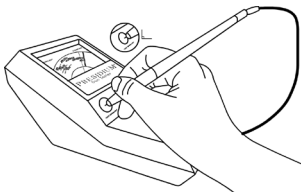

Fig. 1.4
- Pulse la sonda tipo bolígrafo sobre el disco de prueba de imitación ubicado a la izquierda de la lámpara indicadora (**Fig. 1.4**). Aplique suficiente presión para retraer la punta sobresaliente completamente dentro de la sonda tipo bolígrafo. El indicador debería el evarse y permanecer dentro de la banda blanca (preferentemente en el centro de la banda blanca) con "CAL" impreso en la parte superior en dos a tres segundos